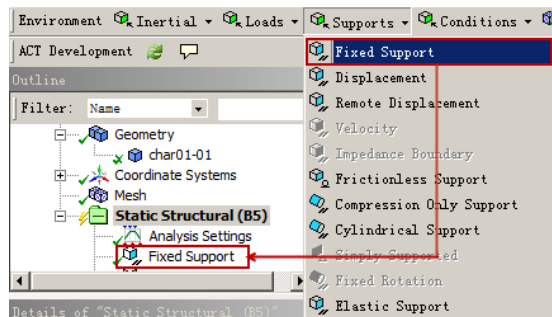

图 1-41 添加固定约束
- 步骤 02** 选择 Environment 工具栏中的 Supports (约束) → Fixed Support (固定约束) 命令, 此时在分析树中会出现 Fixed Support 选项, 如图 1-41 所示。